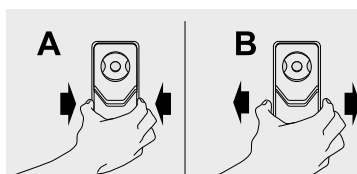

Figura 34
- Para colocar la tapa luz, inserte primero las pestañas inferiores en los orificios de la caja control (A) y desplace hacia arriba la tapa luz (B), como lo indica la figura 34.